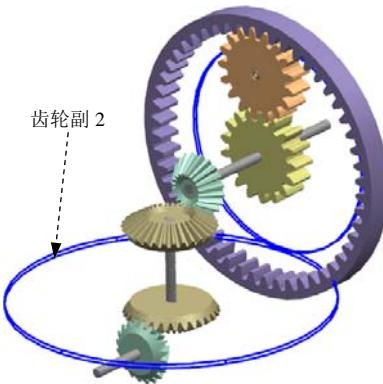

图 5.5.10 定义齿轮副 2
Step18. 定义齿轮副 2。选择下拉菜单 插入(S) → 传动副(E) → 齿轮副(G)... 命令；单击“齿轮副”对话框中的第一个运动副区域下 \*选择运动副(O) 按钮，在运动导航器的“Joints”节点下选取旋转副 J002 为齿轮的第一个运动副；单击第二运动副传动 区域下 \*选择运动副(O) 按钮，选取旋转副 J003 为齿轮的第二个运动副；在“齿轮副”对话框设置区域的比率文本框中输入值 30/20，其余参数接受系统默认设置；单击确定按钮，完成齿轮副的定义，如图 5.5.10 所示。